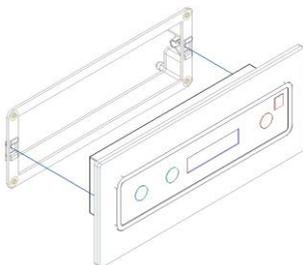

Figure 25 – mise en place finale de l'afficheur
5. Le support étant fixé au mur, vous pouvez mettre l'afficheur en place. Les deux fils doivent être reliés à l'afficheur, en laissant un peu de mou (mais pas trop) de manière à pouvoir retirer ultérieurement l'afficheur sans difficulté ni arrachage des fils. Enfin, terminer la mise en place de l'afficheur en l'enfonçant dans l'encadrement jusqu'à verrouillage des clips, comme représenté sur la Fig. 25.